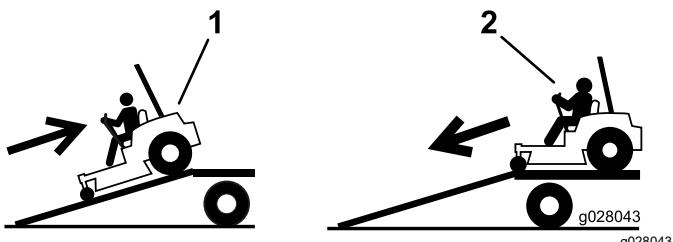

Рисунок 36
4. Пересувайтесь зворотним ходом вверх по рампі (Рисунок 36).
2. Пересувайтесь переднім ходом вниз по рампі (Рисунок 36).